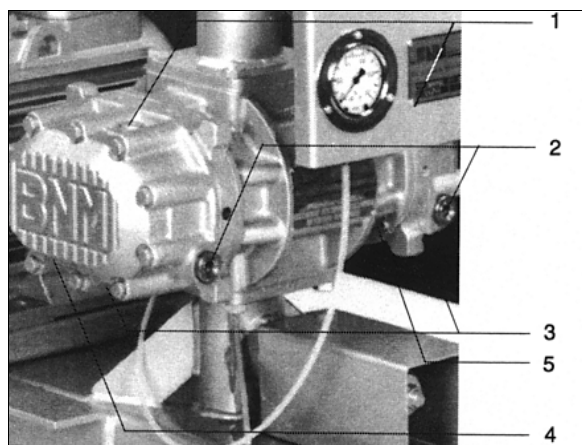

Fig. 8
2. Fällt der Ölstand unter die am Ölschauglas (Fig. 8 pkt.2) angegebene Markierung, so muss Öl nachgefüllt werden. Öl bis zur Mitte des Ölschauglases einfüllen.
2. If the oil level is below the mark on the oil sight glass (Fig. 8 p.2), more oil must be added. Fill with oil until the oil level reaches the middle of the oil sight glass.
2. Si le niveau d'huile est sous la marque du voyant d'huile (Fig. 8 p.2), il faut faire le plein d'huile. Remplissez d'huile jusqu'à ce que le niveau d'huile atteigne le milieu du voyant d'huile.
Zum Ölwechsel muss das noch betriebswarme Drehkolbengebläse ausgeschaltet und auf Atmosphärendruck belüftet sein. Durch die Ölablass-schraube (Fig. 8 pkt.3) das alte Öl ablassen. Ölablassschraube wieder fest einschrauben. Durch die Öleinfüllschraube (Fig. 8 pkt.1) neues Öl einfüllen.
To change the oil, the warm Roots pump must be switched off and ventilated to reach atmospheric pressure. Drain the oil through the oil drain plug (Fig. 8 p.3). Refasten the oil drain plug and fill with fresh oil through the oil fill plug (Fig. 8 p.1).